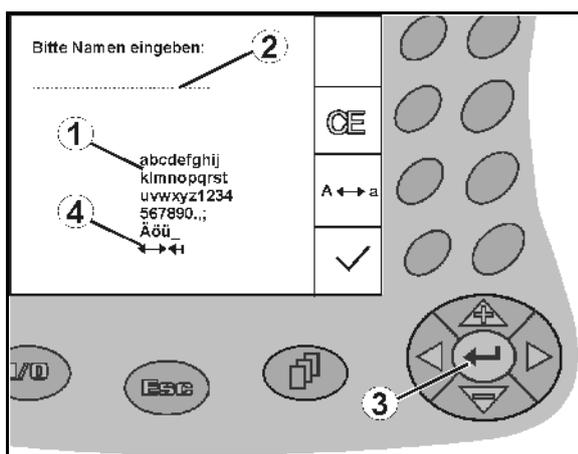

Fig. 13
Se è necessario inserire testi o numeri nell'AMATRON⁺, compare il menu d'inserimento (Fig. 13).
Nella parte inferiore del display compare un campo di selezione (Fig. 13/1) con lettere, numeri e frecce, che compone la riga di inserimento (Fig. 13/2) (testo o numeri).
,  ,  ,  Selezione di lettere o numeri nel campo di selezione (Fig. 13/3).
-  Acquisizione della selezione (Fig. 13/3).
Le frecce \leftrightarrow nel campo di selezione (Fig. 13/4) consentono di spostarsi all'interno della riga di testo.
La freccia \leftarrow nel campo di selezione (Fig. 13/4) cancella l'ultimo inserimento.